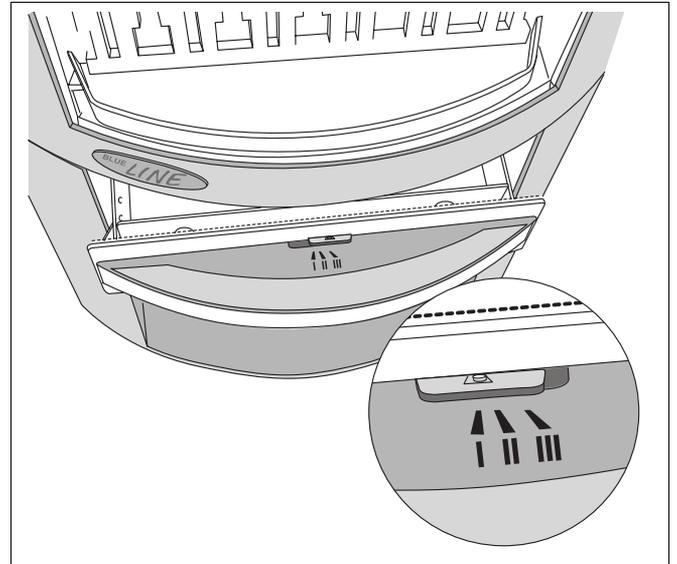

Abb. 19 Primär- und Sekundärluftschieber
- Stellen Sie den Schieber der Primärluftöffnung auf Position „I“ („Anheizen“) (Abb. 19).
- Öffnen Sie die Primärluftzufuhr ganz, indem Sie den Schieber der Primärluftöffnung auf Position „III“ (Primärluftzufuhr „Auf“) stellen (Abb. 19, Seite 19).